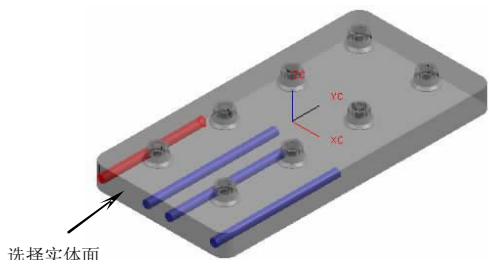

图5-80
5. 以相同方法创建冷却水道，设置冷却水道直径为“M8”，“HOLE_1_DEPTH=90”，“HOLE_2_DEPTH=90”，选择实体面作为冷却水道参考面，设置冷却水道坐标为 (-50, 0, 0)，结果如图 5-80 所示。